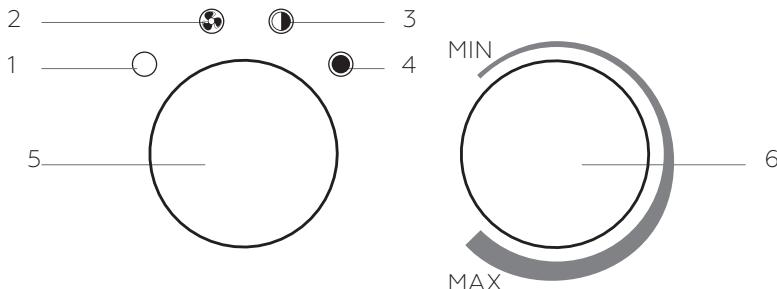

Рисунок 4
Извлеките пушку из картонной коробки. Сохраните коробку для межсезонного хранения. Убедитесь, что клавиши переключателя 5 (см. Рис. 4) находится в положении «О», а ручка терморегулятора 3 повернута в крайнее против часовой стрелки положение «MIN». Во избежание перегрузки электросети не рекомендуется подключать обогреватель к розетке, к которой подключены другие электроприборы большой мощности.
Для включения прибора в режиме вентиляции (без нагрева) переведите ручку переключателя (5) в положение «», (см. Рис. 4), при этом начинает работать вентилятор. Чтобы отключить режим вентиляции и выключить прибор, переведите ручку переключателя (5) в положение «O». Если температура окружающего воздуха выше, чем установленная терморегулятором, пушка работает в режиме вентиляции без нагрева. Если температура окружающего воздуха ниже, чем установленная терморегулятором, пушка работает в режиме вентиляции с нагревом (мощность нагрева зависит от положения клавиши переключателя). Ручкой терморегулятора (6) устанавливается требуемая температура воздуха в помещении. Терморегулятор поддерживает заданную температуру путем автоматического отключения и включения электронагревателя (примерный диапазон поддерживающей температуры от 0 до +40 °C). Для увеличения желаемой температуры поверните ручку терморегулятора по часовой стрелке, для уменьшения – против часовой стрелки.
Переведите кнопку включения/выключения в положение «» (см. Рис. 4) и выньте. Подождите пять – десять минут. Это необходимо для охлаждения ТЭНов прибора. Переведите ручку (5) в положение «O» (выключено). Отключите прибор от сети не ранее чем через десять минут после работы вентилятора или после того, как прибор в течении десяти минут будет находится в режиме «O» (выключен).